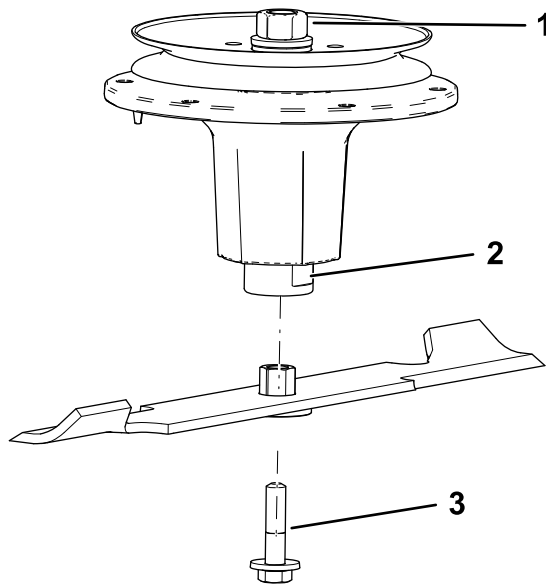

Figura 86
- Instale el conjunto de casquillo/cuchilla en el eje (Figura 86).